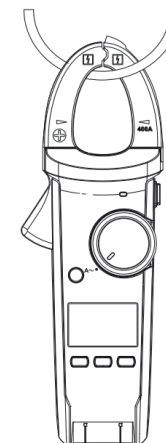

Рисунок 2
1. Измерение переменного тока (рисунок 2)